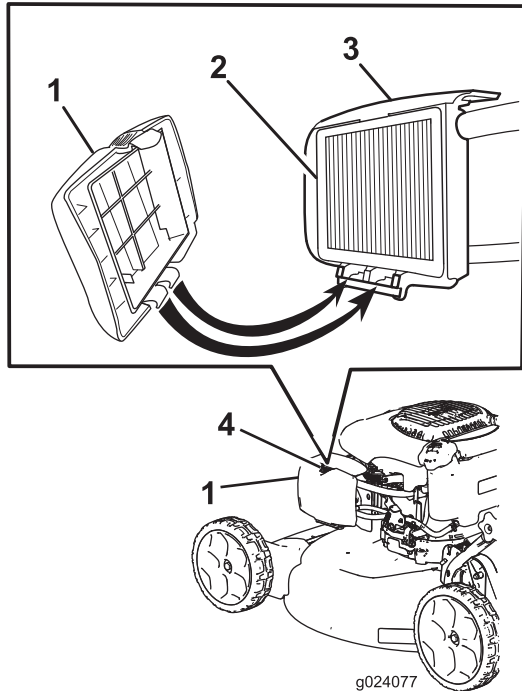

Figure 18
2. Appuyez sur le bouton sur le couvercle du filtre à air (Figure 18) et ouvrez le couvercle.